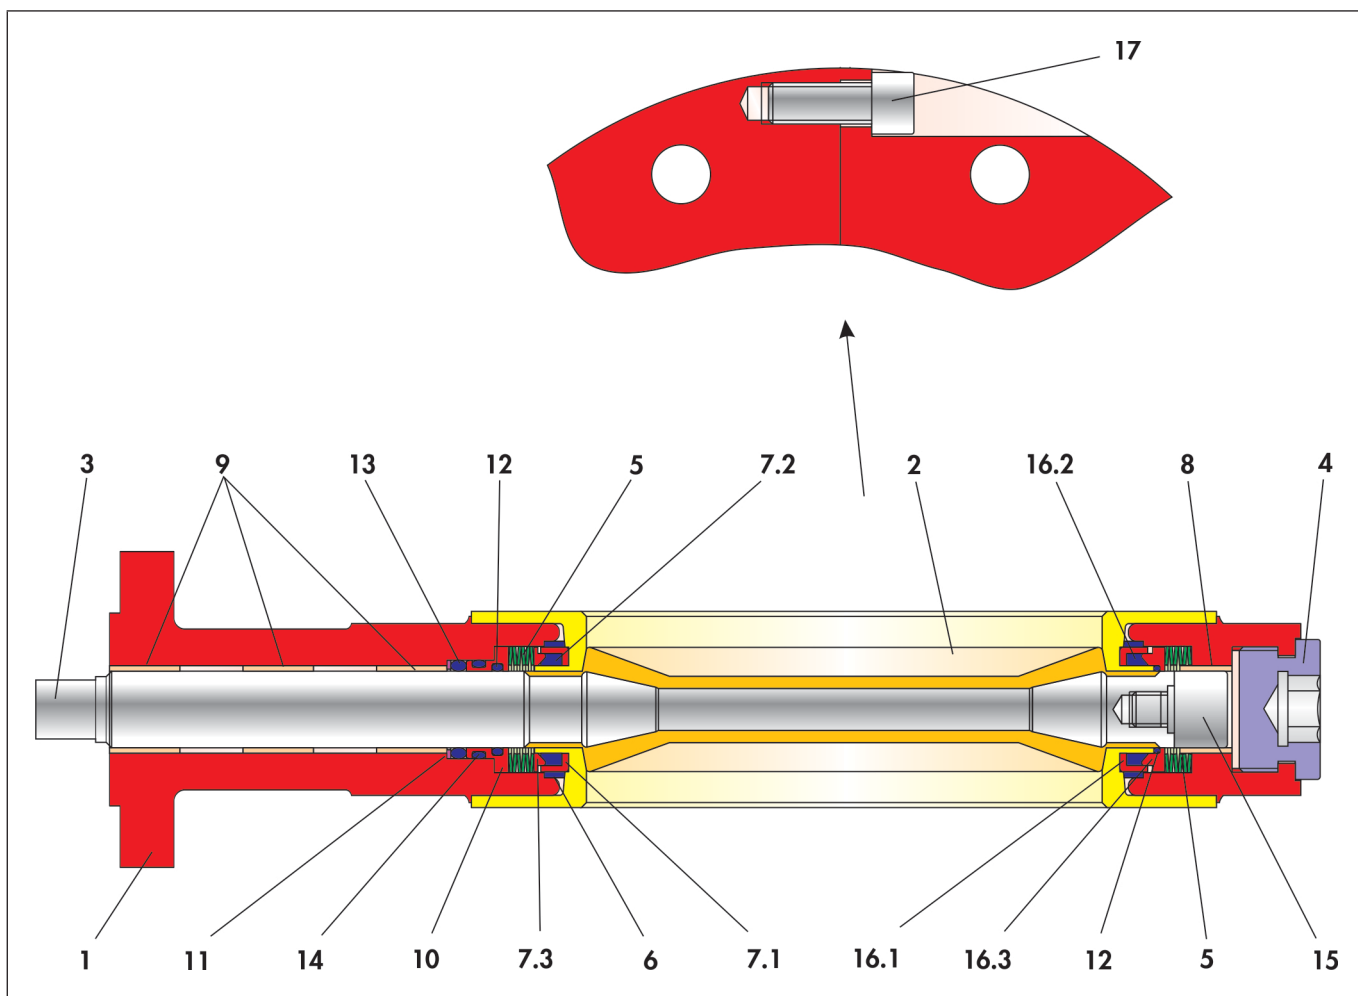

图 3-2: BR 10e 蝶阀剖面图
- ⇒ 将阀盘 (16.1) 放在阀轴 (3) 下侧和衬里 (2) 轴承环的上方。
- ⇒ 将 O 形圈 (12) 定位在衬里轴承环之上。
- ⇒ 将嵌体 (6) 放在衬里 (2) 周围时确保嵌体小孔与轴承环相拟合。
- ⇒ 将轴承螺钉 (15) 拧入阀盘 (3) 的轴承轴颈。
- ⇒ 将轴承套 (8) 插入下半阀体 (1b) 的轴孔中。
- ⇒ 将由 6 个盘簧组成的盘簧组 (5) 放入半阀体 (1b) 的相应位置。请参阅图 3-2 了解盘簧的排布。
- ⇒ 将轴承套 (9) 插入上半阀体 (1a) 的轴孔中。
- ⇒ 将垫圈 (11) 插入轴孔直抵已组装的轴承套。
- ⇒ 将垫圈 (11) 上的 O 形圈 (13) 放入轴孔。
- ⇒ 将 O 形圈 (12 和 14) 插入衬套 (10) 中相应的凹槽。
- ⇒ 将预组装衬套 (10) 插入轴孔直抵 O 形圈 (13)。
- ⇒ 将由 6 个盘簧组成的盘簧组 (5) 放入半阀体 (1a) 的相应位置。请参阅图 3-2 了解盘簧的排布。